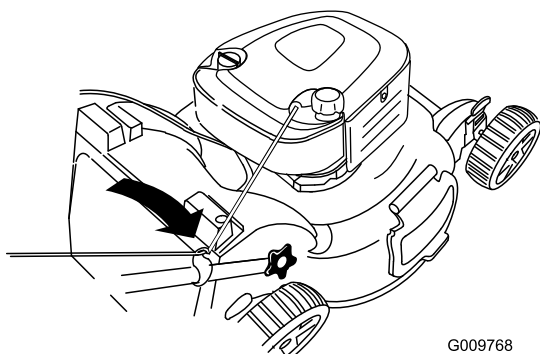

Figure 30
2. Faites passer le câble du lanceur autour du guide inférieur (Figure 30).